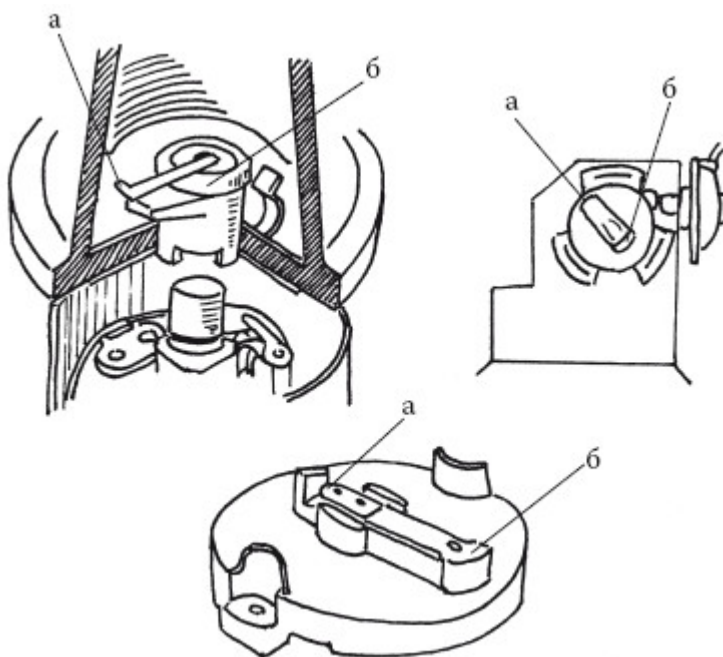

Рисунок 28. Проверка бегунка распределителя зажигания
7. Проверить, нет ли замыкания бегунка на массу и не произошло ли перегорание резистора. Включить зажигание при замкнутых контактах прерывателя, из крышки распределителя зажигания достать центральный провод. Приблизить его к боковому контакту «а» бегунка «б» (рис. 28) и разъединить контакты прерывателя. Бегунок следует заменить, если появится искра.